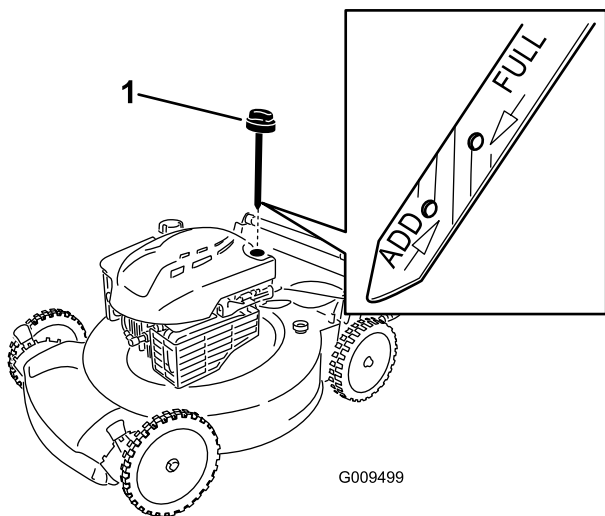

Рисунок 5
1. Извлеките масломерный щуп (Рисунок 5).
2. **Медленно** заливайте масло в маслозаливной патрубок до тех пор, пока уровень масла не достигнет отметки **Full (ЗАПОЛНЕНО)** на масломерном щупе (Рисунок 5). **Не допускайте переполнения картера.** (Макс. объем масла: 0,59 л (20 унций.), тип: автомобильное моющее масло (SAE 30), имеющее классификацию API: SF, SG, SH, SJ, SL или выше.)